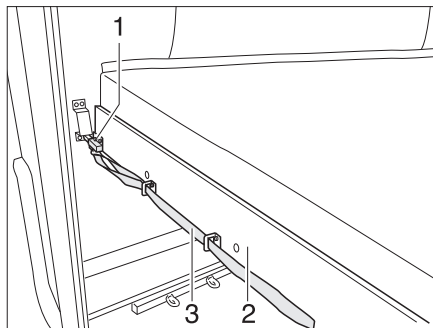

Fig. 123 Letto a castello (parte posteriore)
- Tirare l'asola (Fig. 123,3) e liberare il chavistello (Fig. 123,1).
- Tirare in avanti il telaio portamaterasso (Fig. 123,2) con il materasso finché non si innesta.